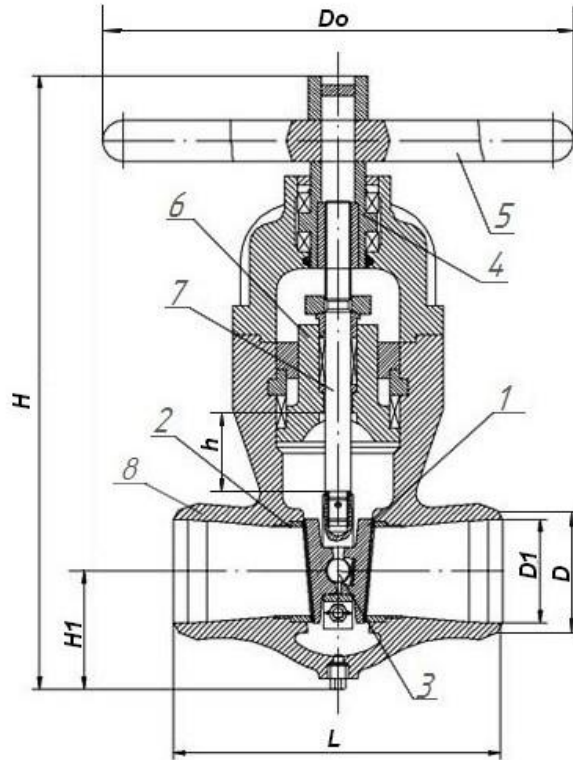

Рисунок 1
1.4.2. Задвижки состоят из следующих основных деталей (рис.1):